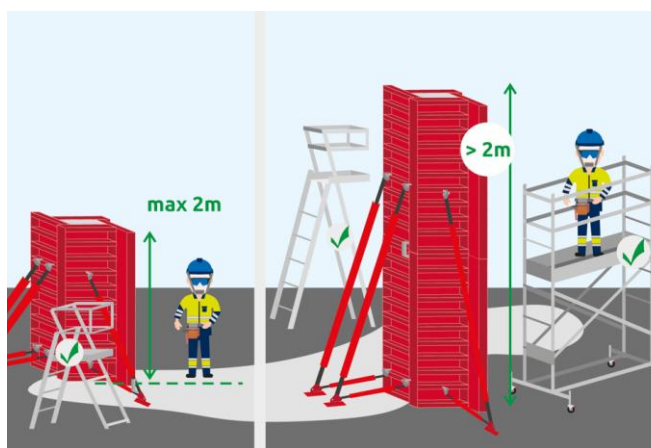

Rysunek 4 Hak transportowy do przemieszczania płyt szalunkowych - przykład
9. Do transportu elementów deskowań do miejsca montażu należy używać wyłącznie dedykowanych akcesoriów: haków transportowych i zawiesi i zapinać je w wyznaczonych miejscach (rys. 4).